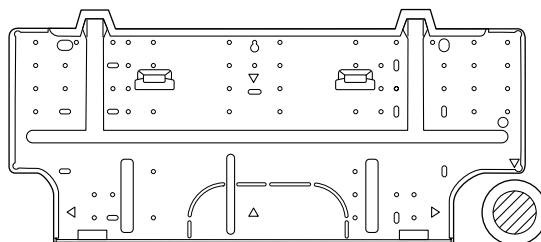

Abb. 3-82
- (1) Die Rückwand mit den 8 mitgelieferten Schrauben an der Wand befestigen. (Abb. 3-82)